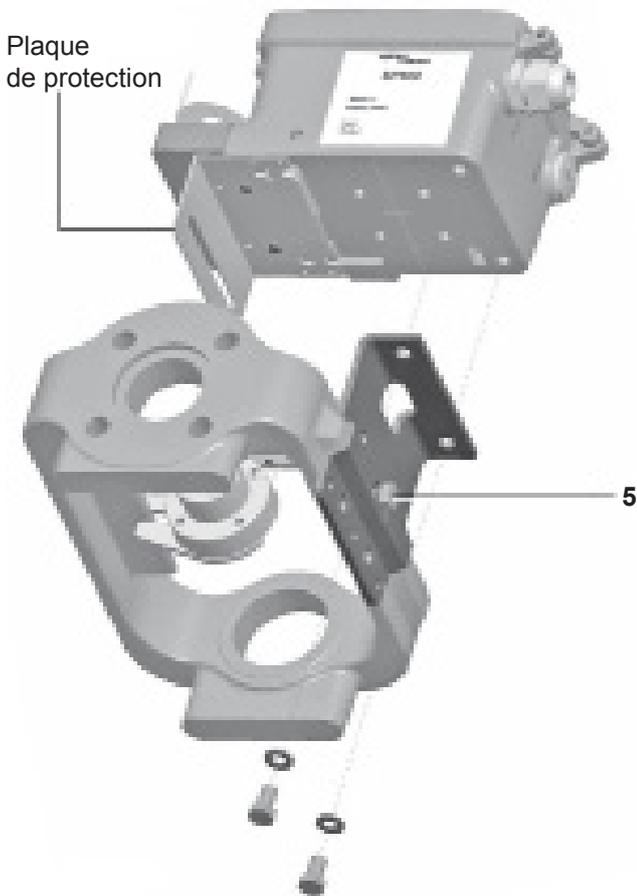

Fig. 33
Fixer la plaque de montage du positionneur comme montré sur les Fig. 33 et 34.
Le positionneur SP500 et la plaque de montage étant correctement positionnés, serrer la vis à tête hexagonale (5) suivant le couple 10 - 12 N m pour les servomoteurs à arcade (Fig. 33), et serrer les colliers 'U' (6) suivant le couple de serrage 10 - 12 N m pour les servomoteurs montés sur colonnettes (Fig. 36).